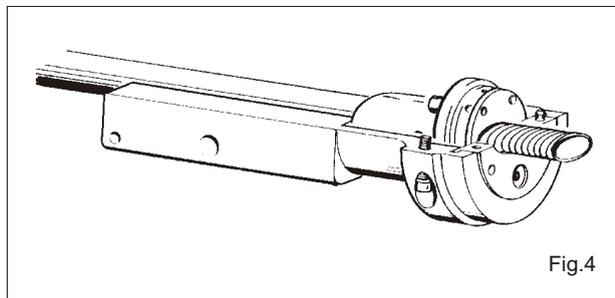
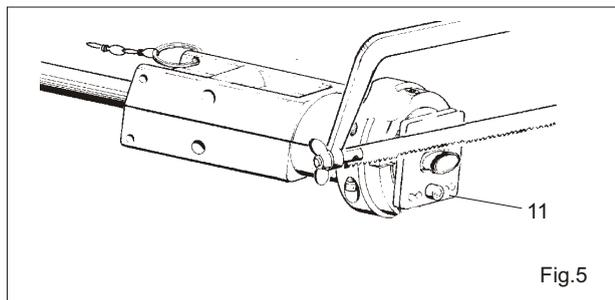
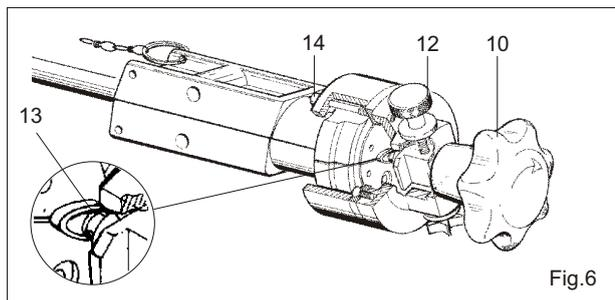

Fig.4
Fig.5
Fig.6
Fig. 4 bis Fig. 6
Die Abfangung (3) und Flach-Dicht-Scheibe (2) auf den Hohlleiter schieben und in die Bördelkluppe legen (Fig. 4), so dass 2 - 3 Wellungen vorstehen. Die Bördelkluppenhälften zusammenschrauben und die Sägelehre (Fig. 5) montieren.
Fig. 4 to Fig. 6
Slide the back end (3) and the flat sealing disk (2) onto the waveguide and lay it into the flanging die (Fig. 4), so that 2 - 3 corrugations protrude.
Screw the two halves of the die together and mount the sawing jig (Fig. 5).